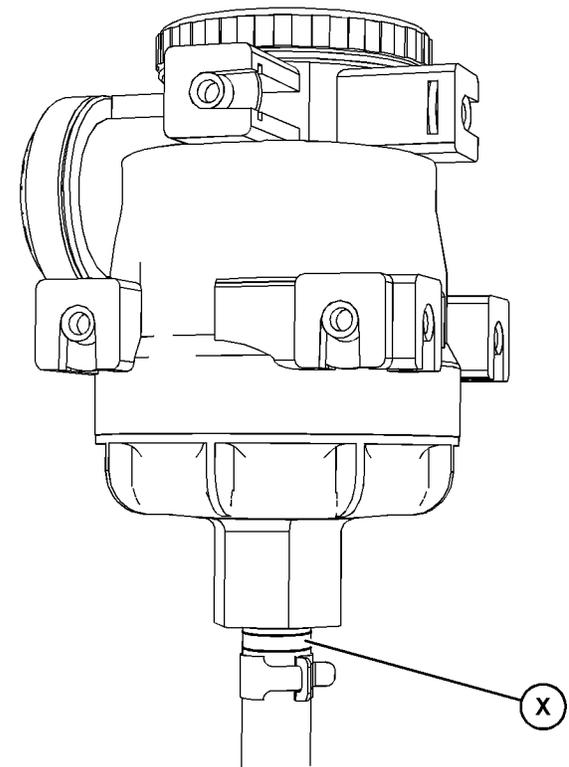

Abbildung 53
8. Den Schlauch (4) und die Klemme (3) anbringen. Dabei den Schlauch richtig ausrichten.
Wenn ein neuer Schlauch angebracht wird, muss das Schlauchende mit dem weißen Band an der Stelle (X) am Entlüfterbehälter befestigt werden. Die richtige Positionierung ist der Abbildung 53 zu entnehmen.